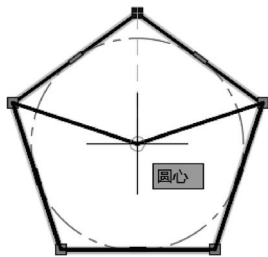

图 5-11 选择夹点进行拉伸
- 2 使用鼠标光标选择正五边形，接着选择位于最上方的一个小方块夹点，然后将该夹点拉伸到中心线圆的圆心位置处，如图 5-11 所示，然后单击以完成夹点拉伸。